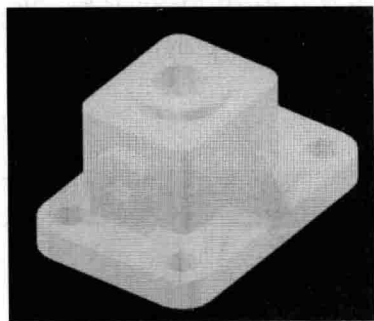

图 1-4 渲染三维图形
- **渲染三维图形：**在 AutoCAD 中，不仅可以对图形进行简单的着色处理，还可以为三维图形指定光源和材质等，然后将其渲染为具有真实感的图像，如图 1-4 所示。